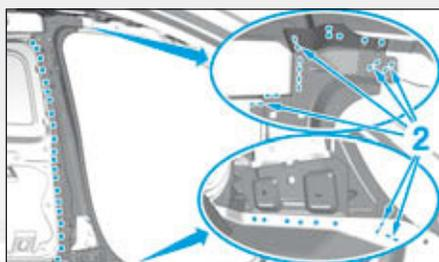

FIG. 102
- par points bouchons MAG en puis meuler les points de soudure (Fig.102),
- par cordons MAG en (2),